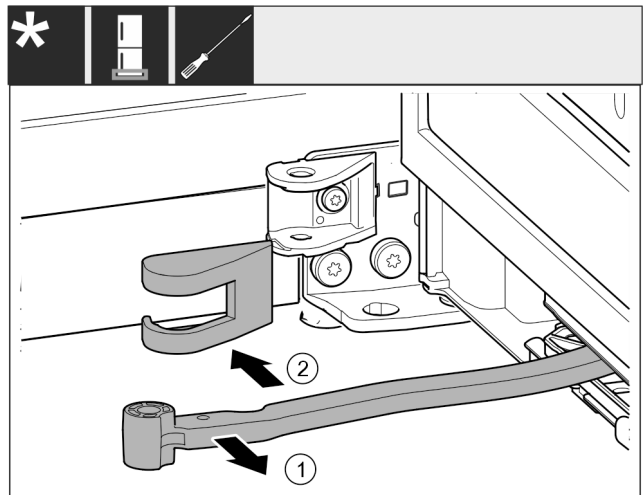

Fig. 19
- ▶ Forgassa az ajtó irányába a csuklót Fig. 19 (1).
- ▶ Távolítsa el a csapágybak fedelét Fig. 19 (2).